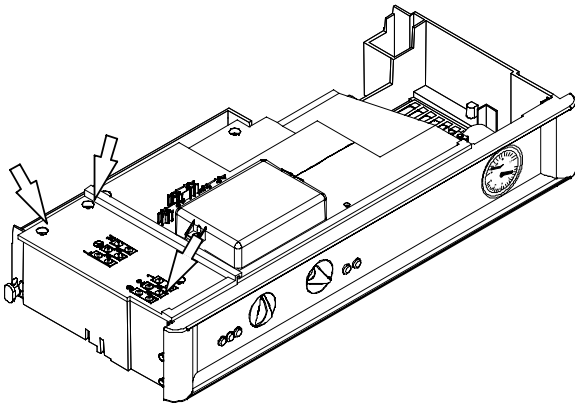

fig. 7.5
- 5 Svitare le viti e rimuovere il coperchio copri morsettiera fig. 7.5